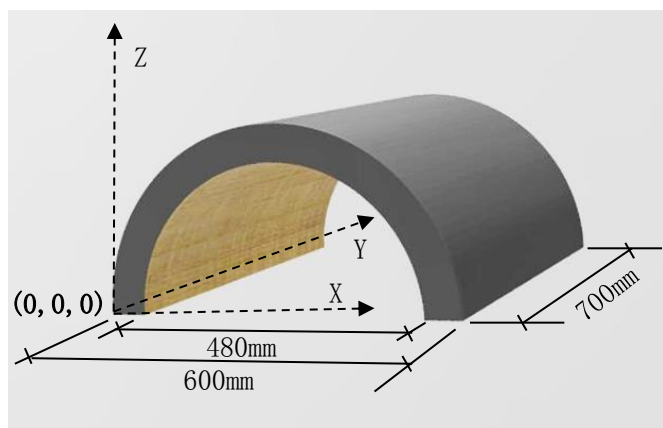

图 1 模型尺寸定义
2、模型大小：模型尺寸见图 1 所示，要求模型的任意横截面在半径 240mm~300mm 的两个半圆形成的半个圆管壁内。半圆半径允许误差为 $\pm 5\text{mm}$ 。模型内部能自由穿过半径为 235mm 的半圆柱体，模型上方能自由穿过半径为 305mm 的曲面。